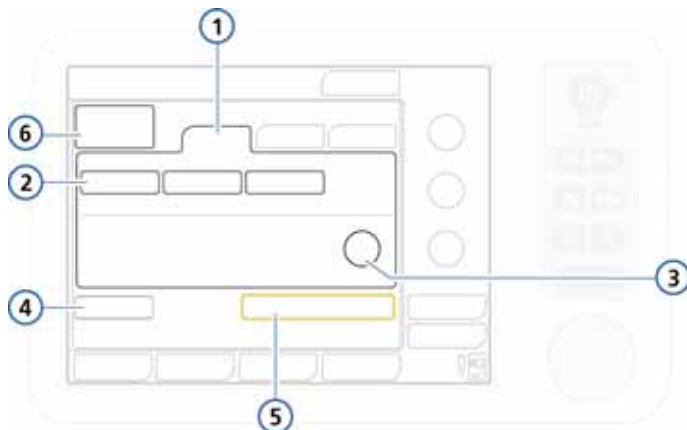

図 5-2. 新生児換気グループ (スタンバイウィンドウ)
1. スタンバイウィンドウで、**[新生児]** タブにタッチします。図 5-2 を参照してください。
図 5-2 では、クイックセットアップボタンに **[Neonatal 1]**、**[Neonatal 2]**、**[Neonatal 3]** というラベルが付いています（ボタン名はコンフィグで変更できます）。これらの設定はコンフィグで定義します（セクション I.6）。クイックセットアップでデフォルトオプション（使用する換気モードなど）を指定できます。